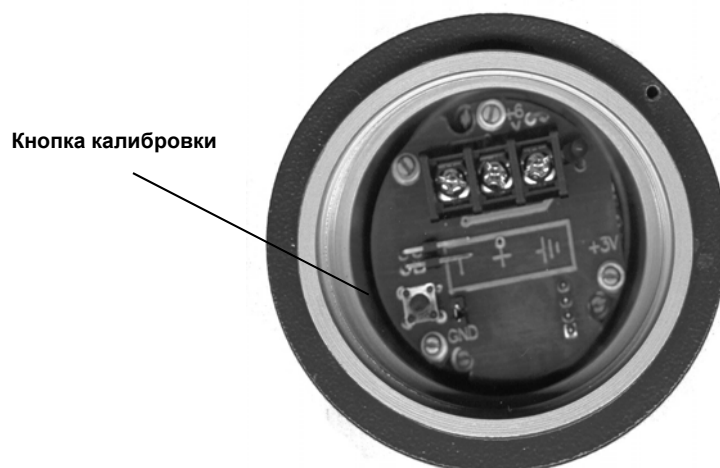

Рисунок 2.3
- 10) подключить провода к клеммной колодке согласно маркировке (см. рисунок 2.3);